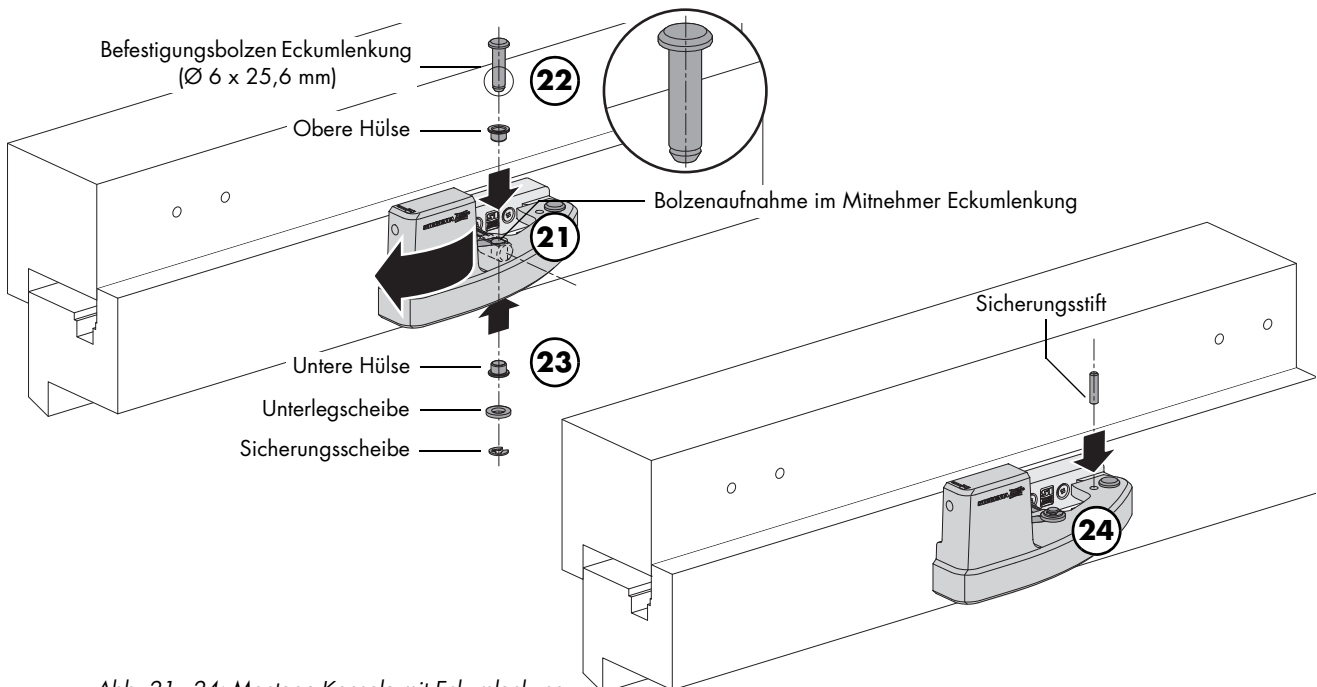

Abb. 21 - 24: Montage Konsole mit Eckumlenkung
- I. Konsole mit Langloch über Bolzenaufnahme im Mitnehmer der Eckumlenkung drehen (Abb. 21).